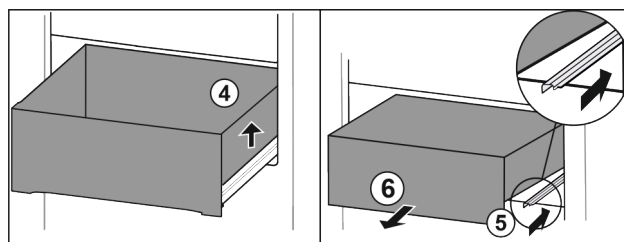

Fig. 106
- Sollevare il cassetto a destra. Fig. 106 (4)
- Inserire la guida destra. Fig. 106 (5)
- Rimuovere il cassetto tirandolo in avanti. Fig. 106 (6)